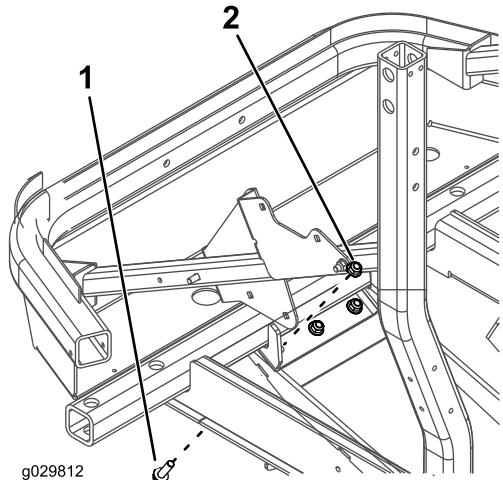

Рисунок 1
- Снимите с узла рамы 3 болта и 3 гайки (Рисунок 1).